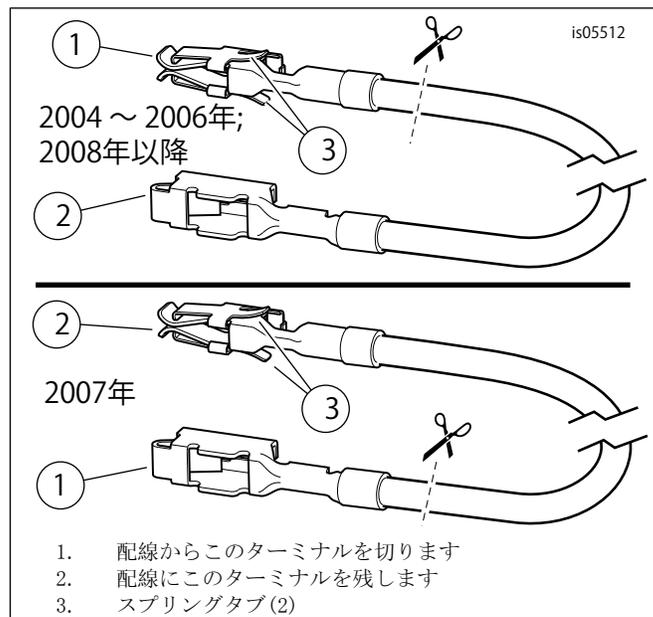

図4。ヒューズブロックアダプター配線(FL Touring)
- a. 2004～2006年モデル: 「図4」を参照してください(上側の図)。それぞれの先端に付いているターミナルに注意してください。スプリングタブのないターミナルのみがヒューズのキャビティに合います。慎重に、スプリングタブ付きターミナルを配線から切り取り、廃棄します。
- b. 2007年モデル: 「図4」を参照してください(下側の図)。それぞれの先端に付いているターミナルに注意してください。スプリングタブのあるターミナルのみがヒューズのキャビティに合います。慎重に、スプリングタブなしターミナルを配線から切り取り、廃棄します。
- c. 2008～2013年モデル: 「図4」を参照してください(上側の図)。それぞれの先端に付いているターミナルに注意してください。スプリングタブのないターミナルのみがヒューズのキャビティに合います。慎重に、スプリングタブ付きターミナルを配線から切り取り、廃棄します。